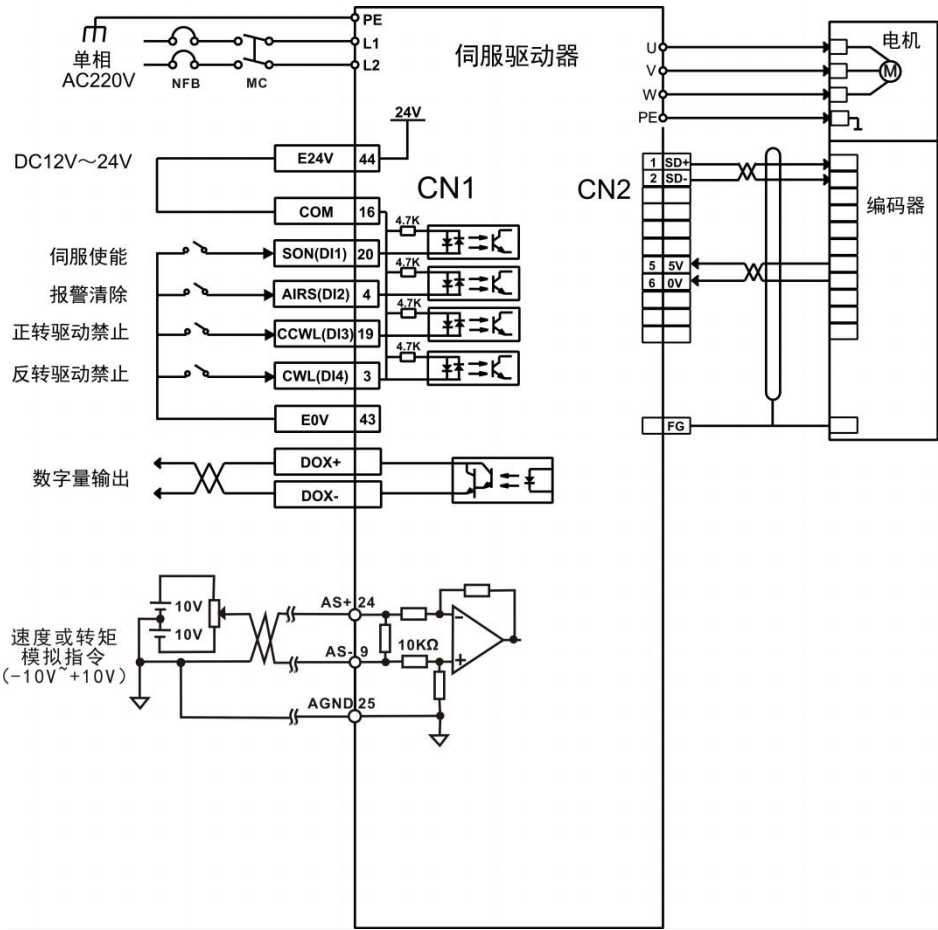

图 5.6 转矩模式接线图
- 3) 参考图5.6配线说明连接CN1端子中的所需的DI/DO信号，如伺服使能，报警清除，定位完成信号等。